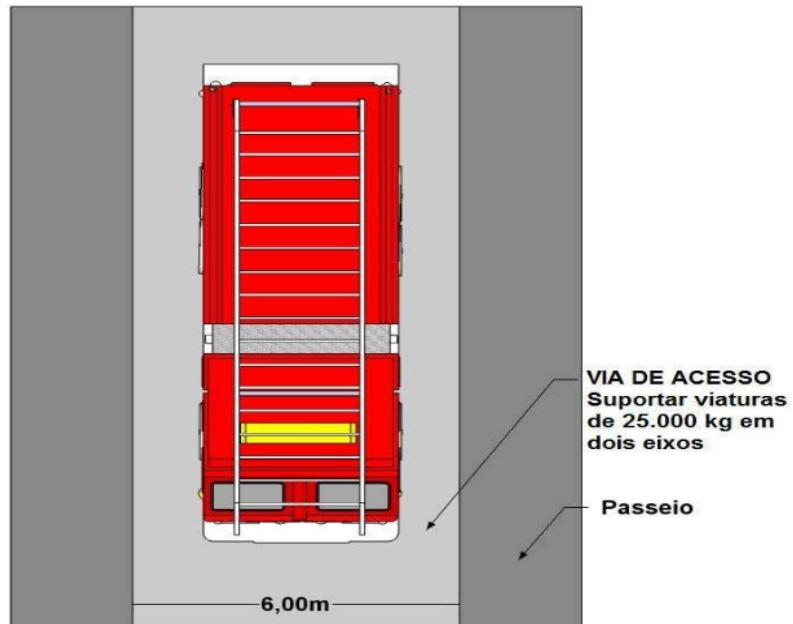

Figura 1 – Largura mínima da via de acesso deve ser de 6,0 m
5.1.1 Largura mínima de 6,0 m (Figura 1).